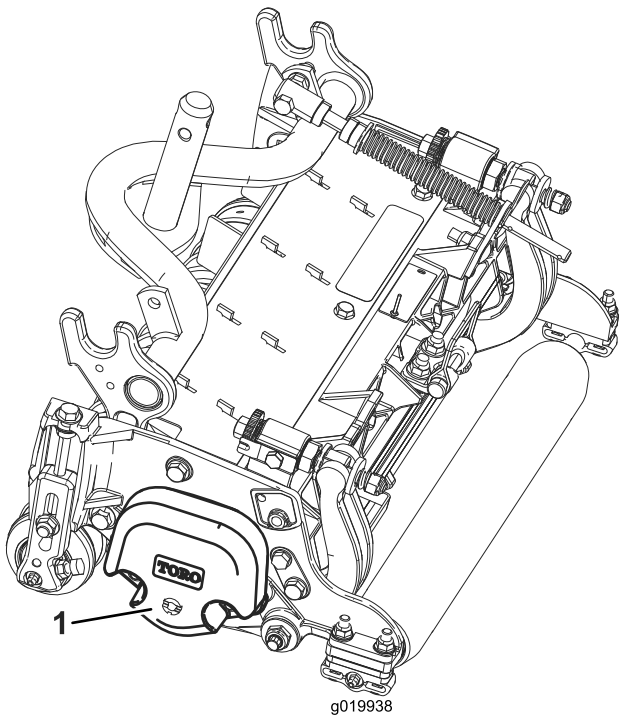

Figure 3
4. Veillez à monter le contrepoids (Figure 3) du bon côté de l'unité de coupe, comme expliqué dans le Manuel de l'utilisateur de l'unité de coupe.